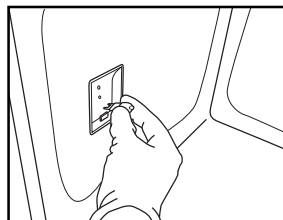

Fig. 8
4. Byt ut glödlampan (för typ av lampa - se anmärkning) (fig. 8).